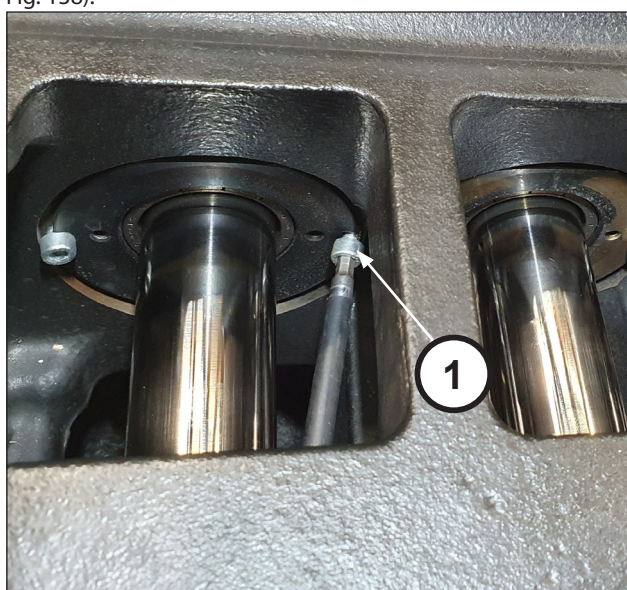

Fig. 138
svitare le viti di bloccaggio del coperchio paraolio (pos. ①, Fig. 138).